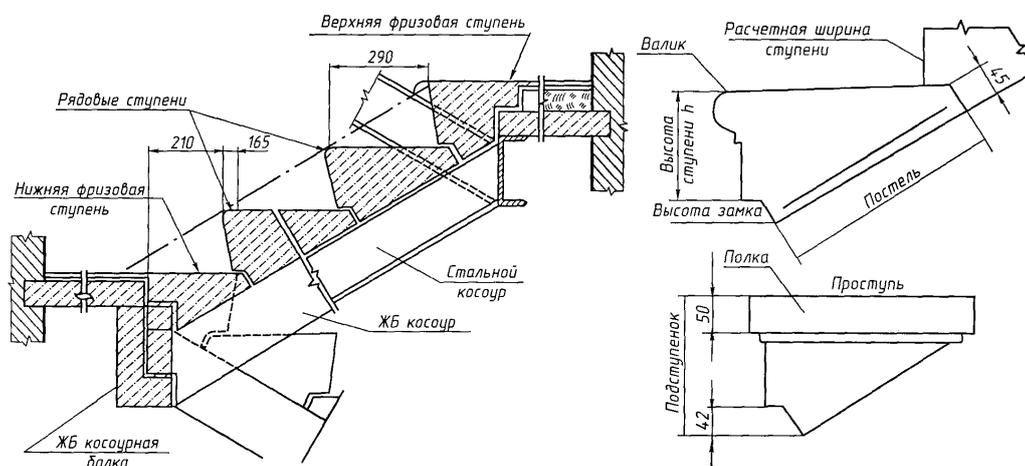
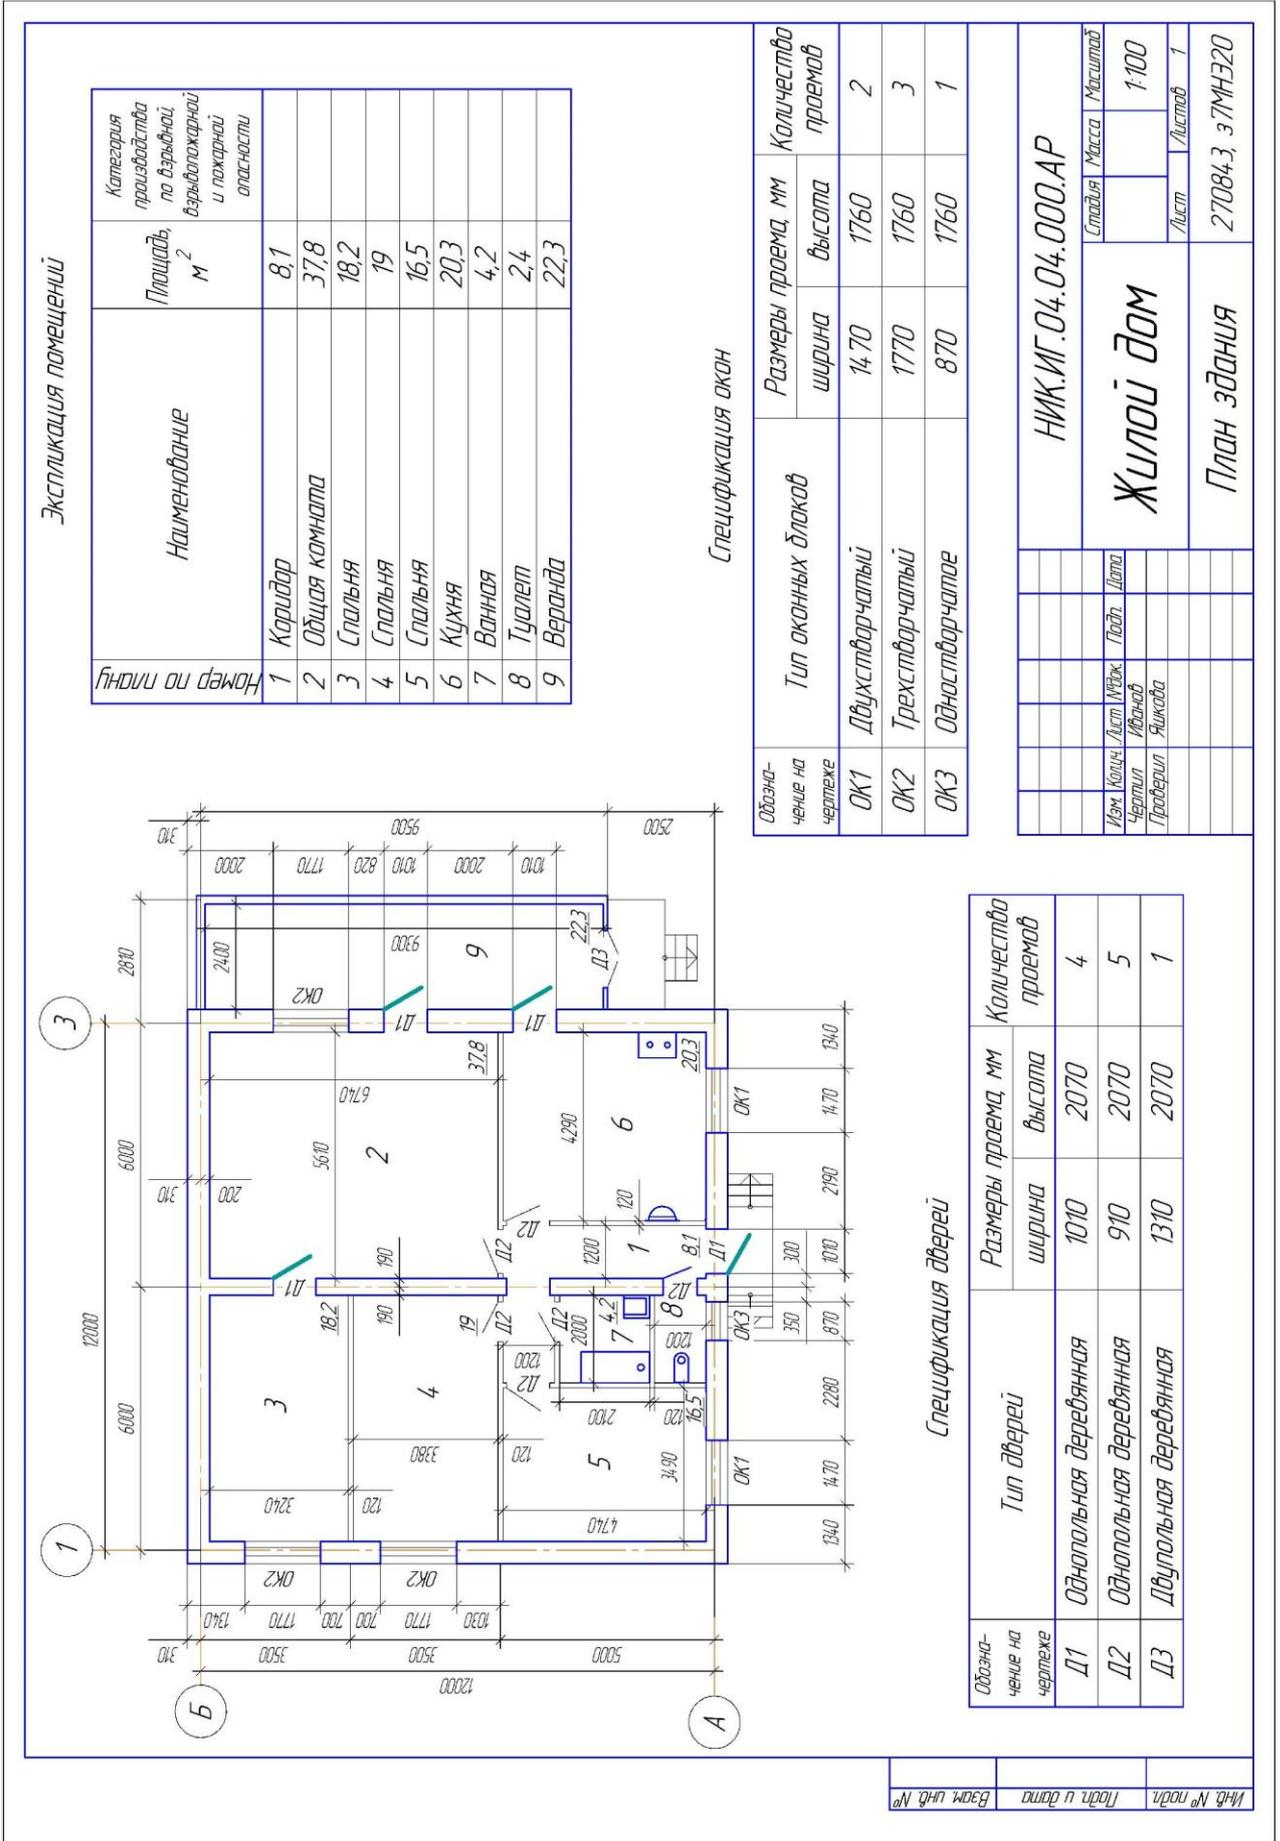

Рисунок 25 - Конструктивные элементы лестничных маршей и размеры ступеней
Рисунок 45 - Образец листа 4
8. Изобразить входные крыльца и площадки, лестницы (рис.45). Предварительно выполнив расчет лестничной клетки и, подобрав лестничные марши и площадки, изобразить лестницу. Стрелкой указать направление подъема марша. Высота подступенка находится в пределах 135—180 мм (чаще всего 150 мм). Ширина проступи 250—300 мм (рис. 25).
11. Заполнить основную надпись. Пример оформления листа 5 см. рис. 45.